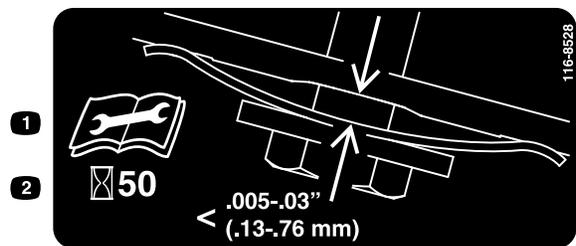

Figura 35
3. Sujete una galga ajustada a entre 0,13 y 0,76 mm contra el tabique y deslícela hacia abajo por detrás del muelle tensor de la correa; consulte Figura 35.